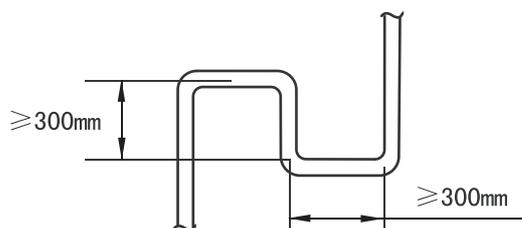

Fig.5-2
Nombre de la tubería	Código (ver Fig. 5-2)
Ej.1: ver la Fig.5-2 ,si la capacidad total aguas abajo para L2 es $71 \times 2 + 140 + 28 = 310$, la tubería de gas baja presión L2 será Φ22.2 y la de gas alta presión Φ19.1, la de líquido Φ12.7.
- Tomar la Fig.5-2 como ejemplo. Teniendo en cuenta que la tubería equivalente de todo el sistema es superior a 90m.